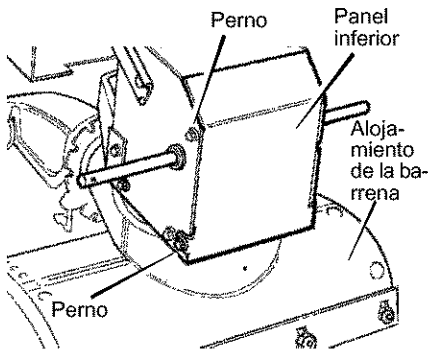

Figura 95
- Afloje los **pernos** a cada lado del **panel inferior** (Figura 95).
- Instale el **panel inferior** (Figura 95).
13. Instale el **panel inferior** (Figura 95).